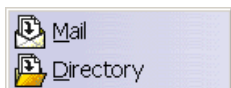

图 1.24 Send To 命令的菜单选项
- 选择 Directory 选项，如图 1.24 所示，会弹出 Send To Directory(发送到目录)对话框，如图 1.27 所示。在这里也可以修改文件名，可以选择自己要保存文件的目录，除了默认的目录以外，还可以单击 Browse(浏览)按钮选择其他的目录。